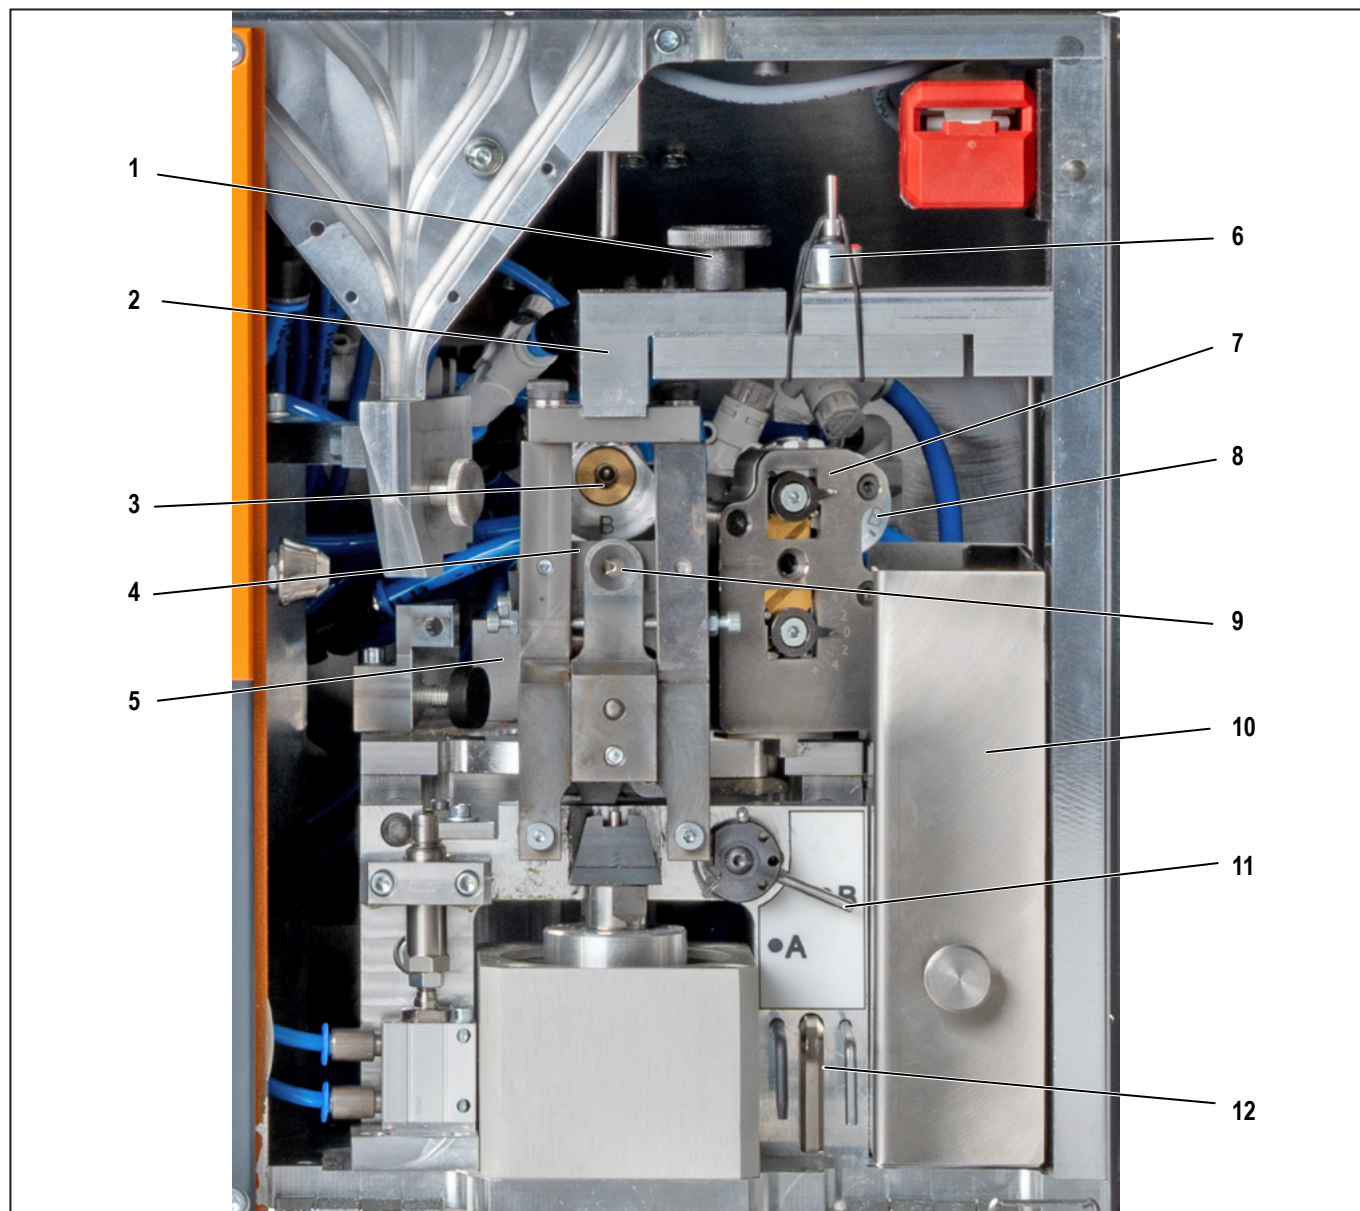

Figura 3.3 Vista interna
- ▶ Coloque o pino de fixação com o menor diâmetro dentro da abertura inferior da unidade transportadora. O pino de fixação encontra-se no interior da máquina (consulte a Figura 3.3, 6).